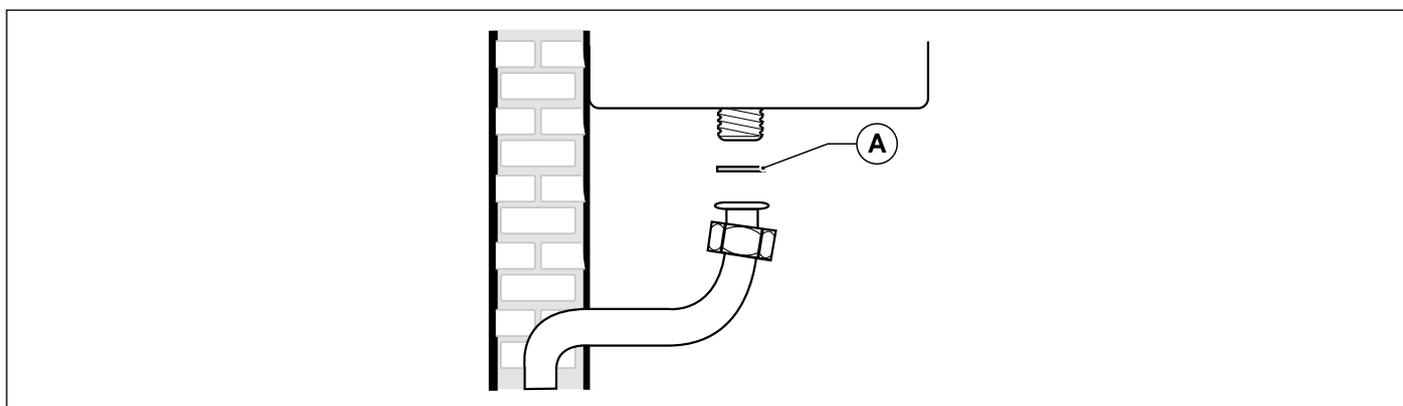

Рис. 21 Подключение к газовой сети
**ОБЯЗАТЕЛЬНО**, при подключении котла к линии подачи ГАЗА использовать накидную гайку (А) с применением прокладки в стыковой полости (смотри Рис. 21 Подключение к газовой сети).